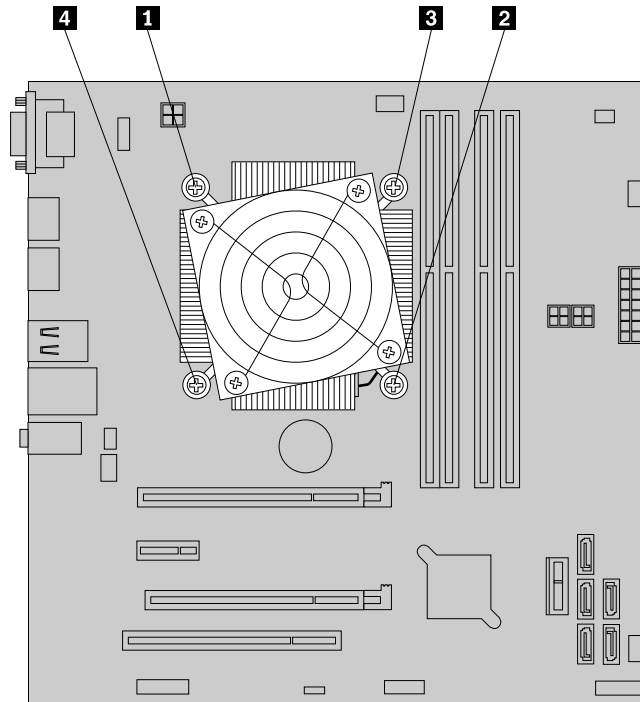

Abbildung 59. Kühlkörper- und Lüftungsbaugruppe entfernen
9. Ziehen Sie die vier Schrauben, mit denen die neue Kühlkörper- und Lüftungsbaugruppe an der Systemplatine befestigt ist, wie in Abbildung gezeigt in folgender Reihenfolge an. Informationen hierzu finden Sie im Abschnitt Abbildung 59 „Kühlkörper- und Lüftungsbaugruppe entfernen“ auf Seite 84.